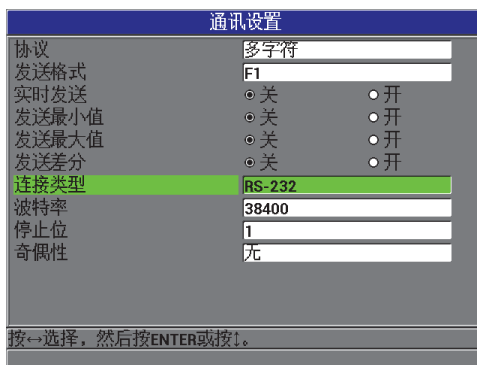

图 8-3 通讯设置屏幕 — RS-232
4. 在 **通讯设置** 屏幕上 (参见第 131 页的图 8-3), 将 **连接类型** 设置为 **RS-232**, 以显示 RS-232 参数。